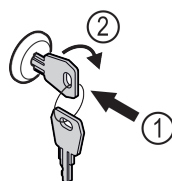

Fig. 191
- ▶ 按入钥匙 Fig. 191 (1)。
- ▶ 将钥匙顺时针转动 90° Fig. 191 (2)。